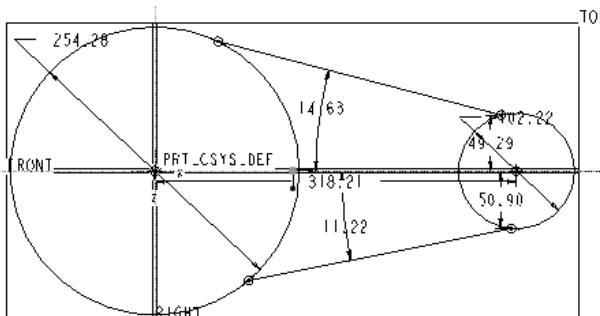

图 3.17 画完圆和直线后的情况
(4) 单击【草绘】按钮进入草绘模式，现在开始进行草图设计。单击【草绘器】操控板中的创建圆按钮 $\odot$ ，绘制两个圆，其中一个圆心对齐基准中心。单击【创建线】按钮 $\vee$ ，绘制两条直线与两个圆相交，结果如图 3.17 所示。